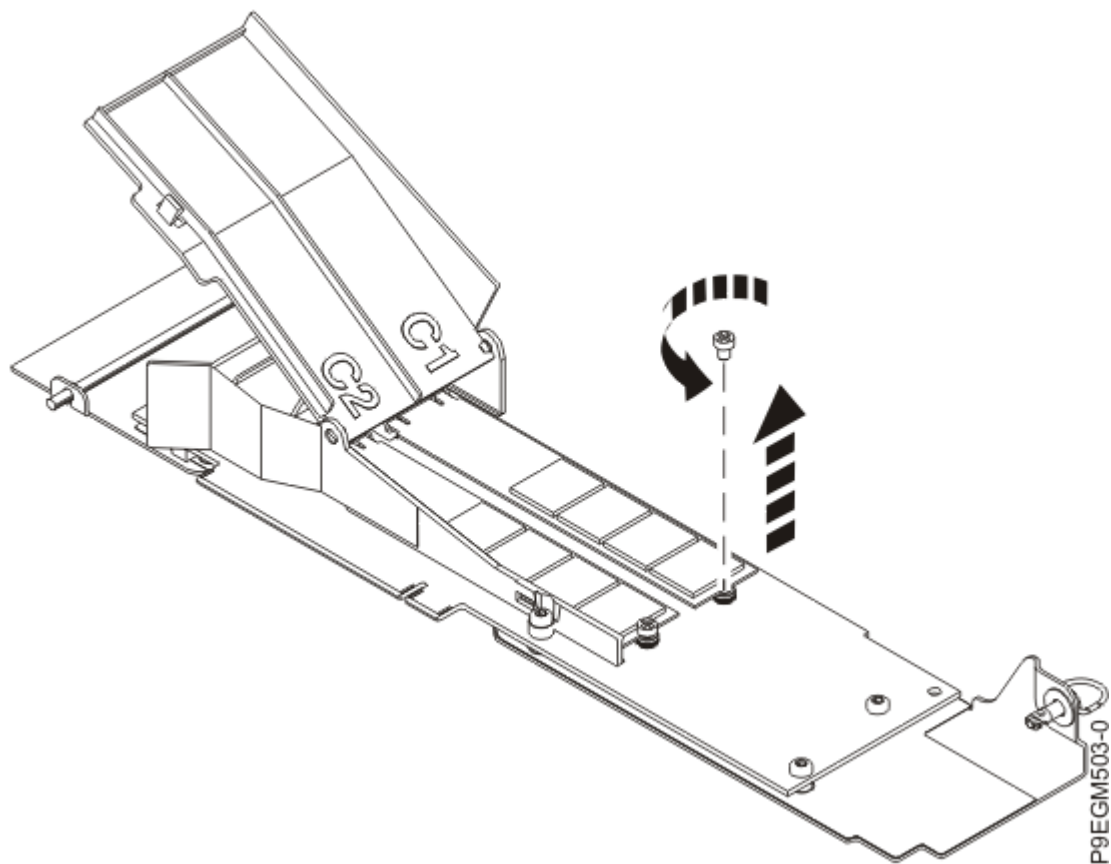

Figure 16. Dévissez le module flash de la carte porteuse NVMe M.2
- b) A l'aide d'un tournevis cruciforme, dévissez la vis du module flash NVMe M.2. Voir Figure 16, à la page 22.